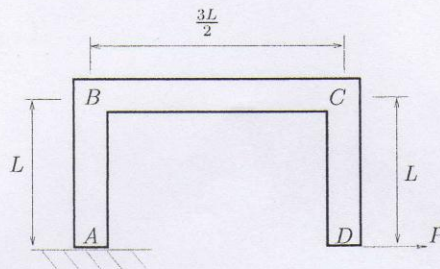

Figura 1: Viga doblada.
1. (23 puntos) Para la viga doblada mostrada en la Figura 1, que está empotrada en A , en donde EI es un dato conocido, determine la deflexión horizontal del punto D y la pendiente en el mismo punto.